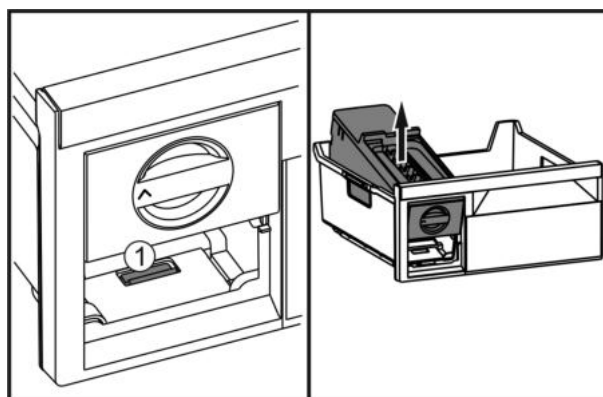

Fig. 48
- ▶ Натиснете езичето Fig. 48 (1), повдигнете EasyTwist-Ice отзад и извадете от чекмеджето на фризера.